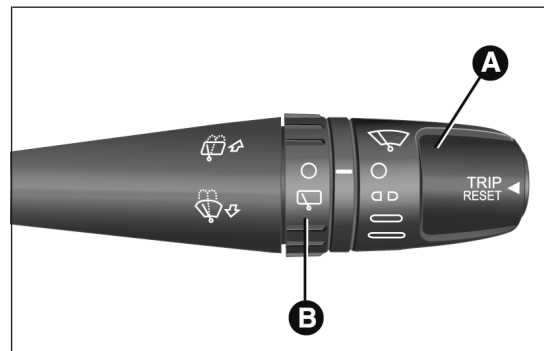

fig. 220
- tourner la bague A fig. 220 en position  (essuie-glace arrêté) ;